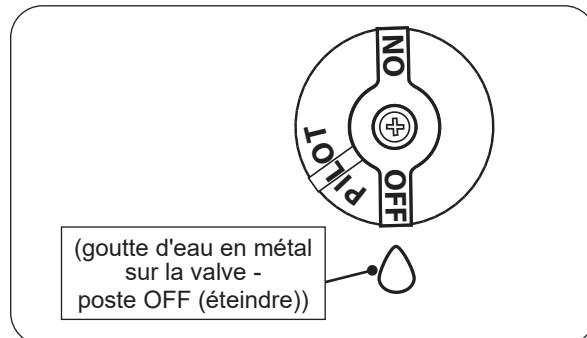

Fig. 55-2 Arrêt du pilote
2. Localisez la vanne sur le côté de l'unité. Pousser le gaz bouton de commande légèrement et tourner dans le sens des aiguilles d'une montre sur **OFF** (éteindre) (voir Fig. 55-2).
Appuyez légèrement sur le bouton de contrôle et tournez-le dans le sens des aiguilles d'une montre sur **OFF** (éteindre). Ne force pas. Voir Fig. 55-2.